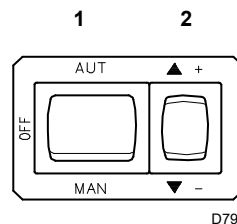
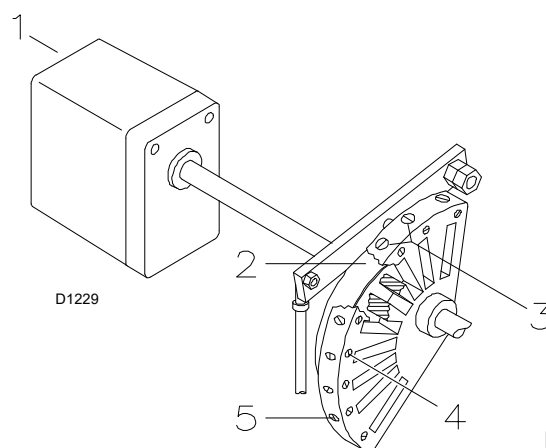
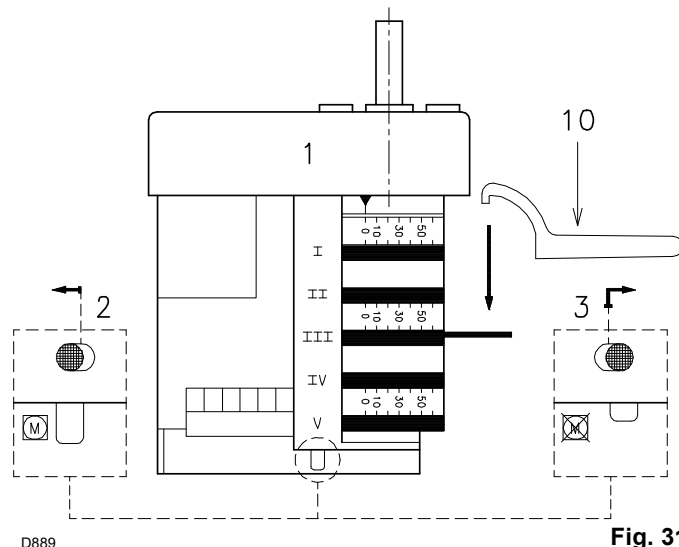

Fig. 27
Fig. 30
Fig. 31
Chiudere i telecomandi e mettere l'interruttore 1)(Fig. 27) in posizione "MAN".
Ad accensione avvenuta, passare alla completa regolazione del bruciatore. Mettere l'interruttore 1)(Fig. 27) in posizione "ACCE-SO".
Nella descrizione che precede abbiamo lasciato il bruciatore acceso, funzionante alla potenza MIN. Premere ora il pulsante 2)(Fig. 27) "+" e tenerlo premuto fino a quando il servomotore si è portato a 130°.
Variare in progressione il profilo finale della camma 2)(Fig. 30) agendo sulle viti 5).
Premere il pulsante 2)(Fig. 27 pag. 24) “diminuzione potenza” e tenerlo premuto fino a quando il servomotore si è portato a 20° (regolazione fatta in fabbrica).
Variare in progressione il profilo iniziale della camma 2)(Fig. 30) agendo sulle viti 3).
Premere un poco il pulsante 2)(Fig. 27 a pag. 24) “aumento potenza” in modo che il servomotore ruoti di circa 15°. Regolare le viti fino ad ottenere una combustione ottimale. Procedere allo stesso modo con le viti successive.
Spegnere il bruciatore agendo sull'interruttore 1)(Fig. 27 a pag. 24), posizione OFF, svincolare la camma 2)(Fig. 30) dal servomotore, premendo e spostando verso destra il pulsante 3)(Fig. 31), e verificare più volte ruotando a mano la camma 2) avanti ed indietro che il movimento sia morbido e senza impuntamenti.
Vincolare nuovamente la camma 2) al servomotore spostando verso sinistra il pulsante 2)(Fig. 31).
A regolazione ultimata fissare la stessa agendo sulle viti 4)(Fig. 30).
Per l'eventuale regolazione della camma III, specie per i piccoli spostamenti, è possibile utilizzare l'apposita chiavetta 10)(Fig. 31) trattenuta da una calamita sotto il servomotore.
- 6 s :** Avvio servomotore: ruota verso destra di 130°, cioè fino all'intervento del contatto sulla camma I) (Fig. 31 a pag. 26). La serranda aria si posiziona sulla potenza MAX.
- 85 s :** Il servomotore ruota verso sinistra fino all'intervento del contatto sulla camma III) (Fig. 31 a pag. 26).
Il telecomando TL si apre, il servomotore ritorna all'angolo 0° limitato dal contatto della camma II) (Fig. 31 a pag. 26). La serranda si chiude completamente per ridurre al minimo le dispersioni termiche.
Svincolare la camma 2)(Fig. 30 pag. 25) dal servomotore, premendo e spostando verso destra il pulsante 3)(Fig. 31 a pag. 26), e controllare manualmente che la sua rotazione, avanti ed indietro, sia scorrevole. Vincolare nuovamente la camma spostando verso sinistra il pulsante 2)(Fig. 31 a pag. 26).